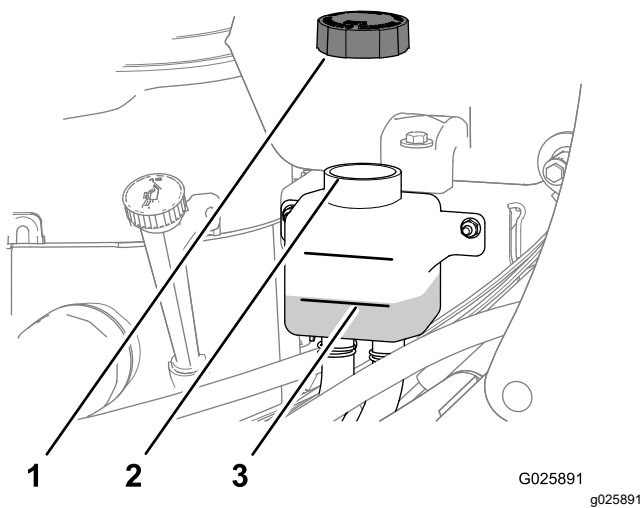

Figure 67
- Enlevez le bouchon du vase d'expansion et contrôlez le niveau de liquide hydraulique à l'intérieur (Figure 67).
- Au besoin, faites l'appoint de liquide de transmission spécifié jusqu'à ce que le niveau atteigne le repère maximum à froid sur le vase d'expansion (Figure 67).